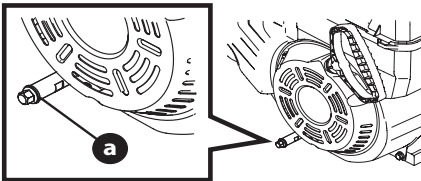

Figura 9
**NOTA:** Dependiendo del modelo del motor, el tapón de drenaje de aceite podría estar en la parte frontal y/o posterior del bloque, o como tubo extendido (se ilustra en la Figura 9). Ejemplos en la Figura 4 de la página 25.
- Limpié el área alrededor del tapón de drenaje de aceite (Figura 9).
- Retire el tapón de drenaje de aceite (Figura 9).